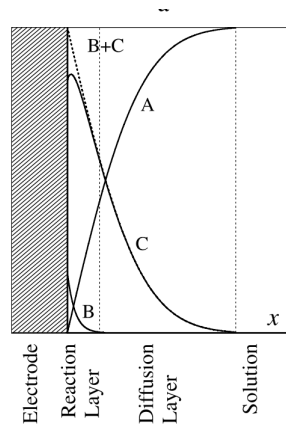

FIGURE 7: Profils de concentration théoriques pour un mécanisme EC modèle [Savéant]
5. Identifier les espèces A,B et C de la figure 7 aux espèces **1**, **2** et **3** présentés section 2.3.1.
6. Quelle vous semble être la réaction cinétiquement limitante dans le cas de la figure 7?